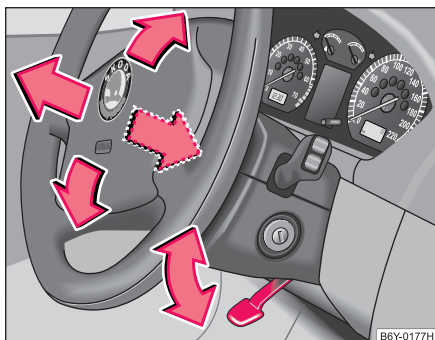

Abb. 82 Verstellbares Lenkrad: Hebel unter der Lenksäule
- Schwenken Sie den Hebel unter der Lenksäule ⇒ Abb. 82 nach unten ⇒ ⚠.